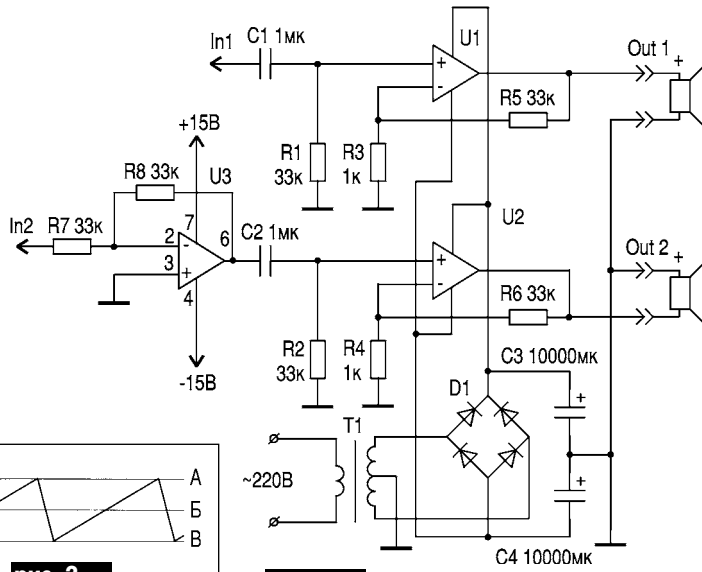

рис. 3
**Идея проста.** Заставить разные каналы УМЗЧ обрабатывать НЧ компоненты за счет энергии, запасенной разными конденсаторами. Для этого достаточно поставить на один из входов инвертор, а затем "перевернуть" сигнал еще раз, поменяв порядок подключения выходных клемм, как показано на **рис.3**.